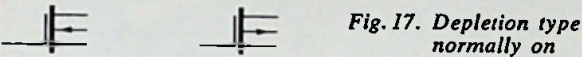

Fig. 17. Depletion type normally on
- 1) depletion-type, normally on (fig. 17).
Bij de symbolen van de figuren 17 en 18 is wel enige voorzichtigheid geboden. Fig. 17 wordt namelijk dikwijls als algemeen FET-symbool gebruikt, onafhankelijk van de geleiding bij $V_g = 0$. Men mag uit het ononderbroken kanaal niet zonder meer concluderen dat een depletion-type FET is bedoeld.